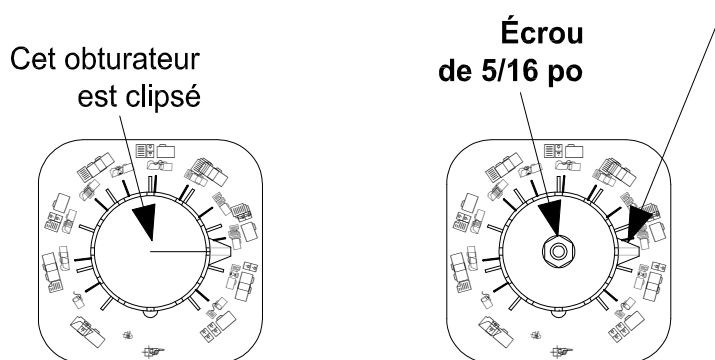

Figure 9
7. Pour régler, retirer l'obturateur situé sur le bouton du thermostat (voir la figure 9) et le mettre de côté.